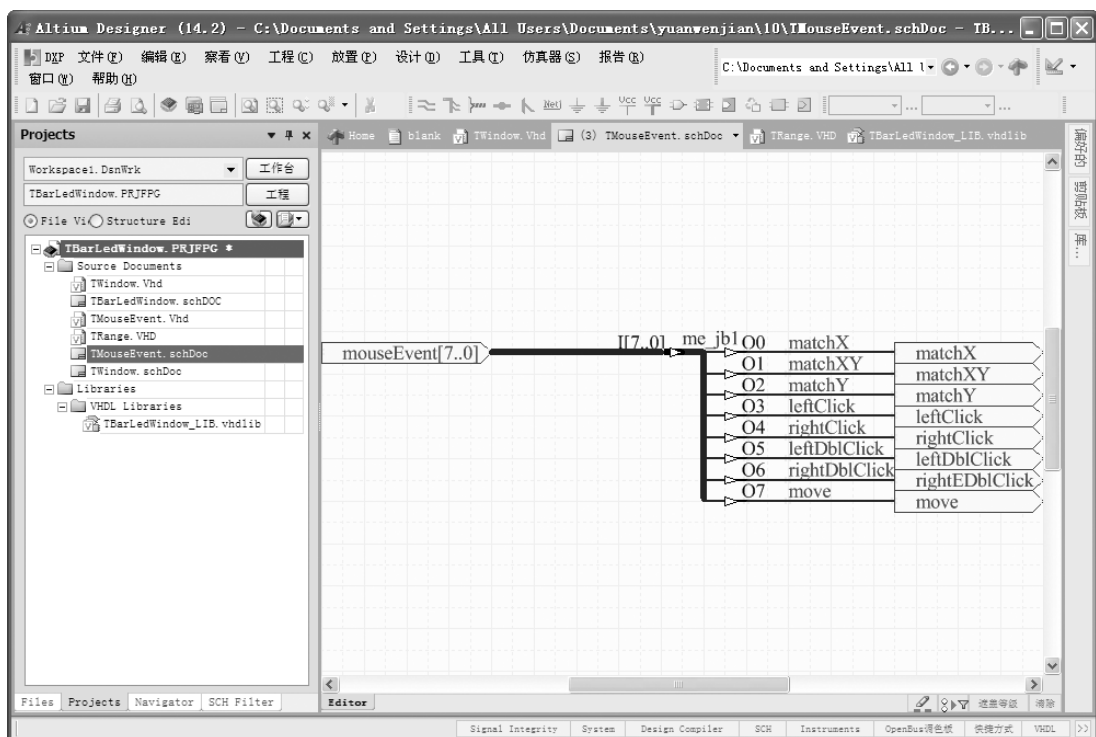

图 14-17 绘制子原理图 “TmouseEvent. SchDoc”
5) 在子原理图文件“TWindow. SchDOC”中，选择菜单命令“设计”→“产生图纸”，将浮动的十字光标在方块电路“TMouseEvent. SchDoc”上单击鼠标，生成同名的子原理图“TmouseEvent. SchDoc”，原理图绘制结果如图 14-17 所示。